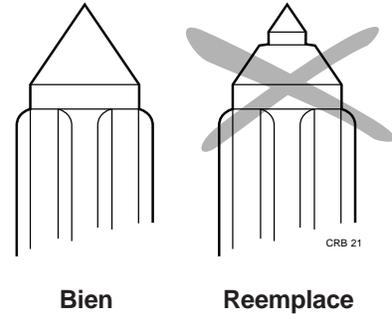

Figura 3.22 Verifique el desgaste de la punta de la Válvula de entrada
- Observe con la lupa la junta de la válvula de entrada si tiene signos visibles de desgaste y reemplácela si fuera necesario (figura 3.22)